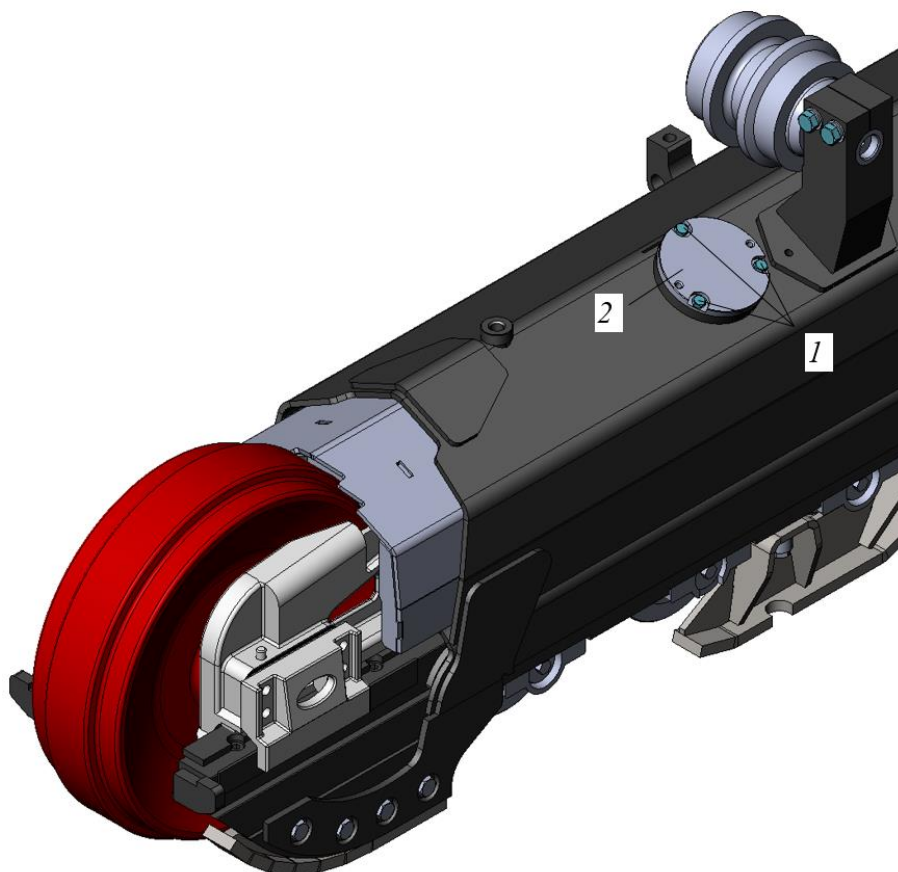

Рисунок 12.33. Демонтаж крышки на раме гусеничной тележки
- ▶ Открутить три болта 1 крепления крышки, рис. 12.33.
Исполнение 1 и защитную крышку 2, завернуть крепежные винты 1, рис. 12.33